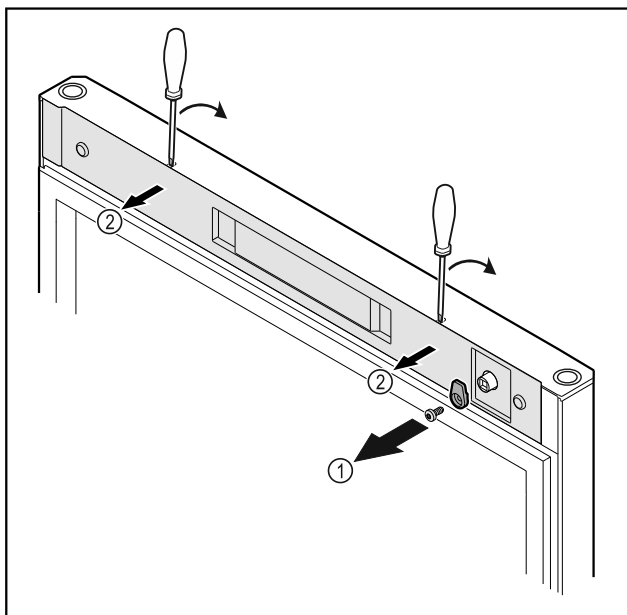

Fig. 18
- ▶ Ξεβιδώστε το άγκιστρο κλεισίματος Fig. 18 (1).
- ▶ Ξεκουμπώστε το κάλυμμα Fig. 18 (2) με ένα μικρό κατσαβίδι και αφαιρέστε το.